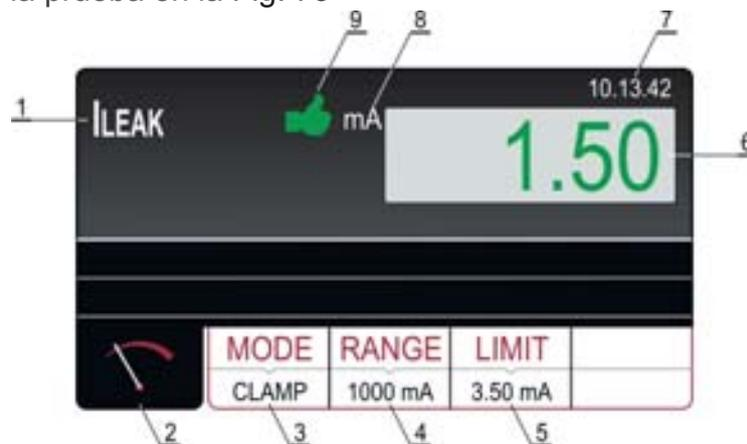

Fig. 73: Pantalla con el resultado de la prueba ILEAK en modo CLAMP
- Inicie la medida pulsando el botón **START/STOP**. La medida comenzará y se detendrá luego de pulsar nuevamente el botón **START/STOP**. El resultado de la medida se mostrará en color verde si es inferior o igual al valor límite configurado o en color rojo si es superior al valor límite configurado. El resultado final mostrará un símbolo verde 🍏 y un sonido bip-bip si es OK o un símbolo rojo 🍎 y un sonido bip de mayor duración si es no OK. Vea la vista de la pantalla con el resultado de la prueba en la Fig. 73